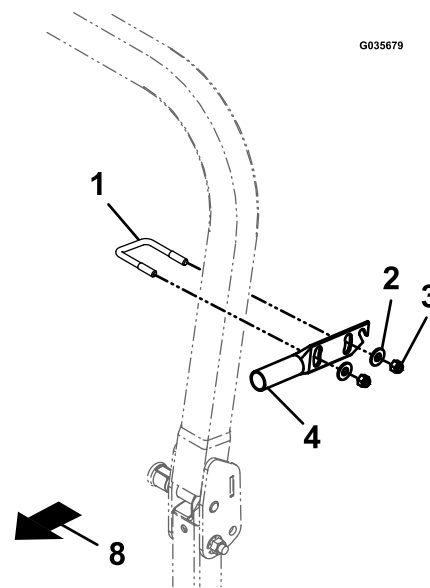

Figure 5
- A. Installez et serrez légèrement les étriers filetés, les rondelles et les écrous comme montré à la Figure 5.